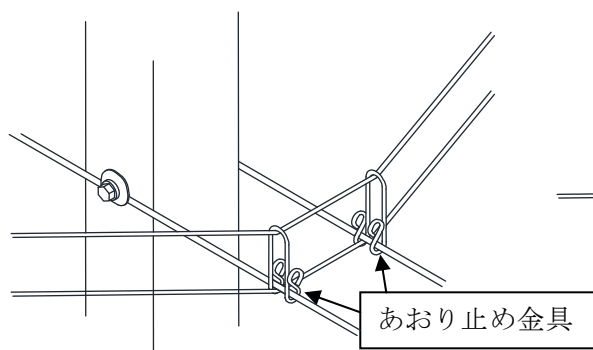

図30
- ・両軒は5cm間隔で取り付けたサイドワイヤーの下側に固定して下さい。（図30, 31）
- ・谷部はあおり止め金具をサイドワイヤーにかけ、その金具を通して取付けて下さい。（図30）